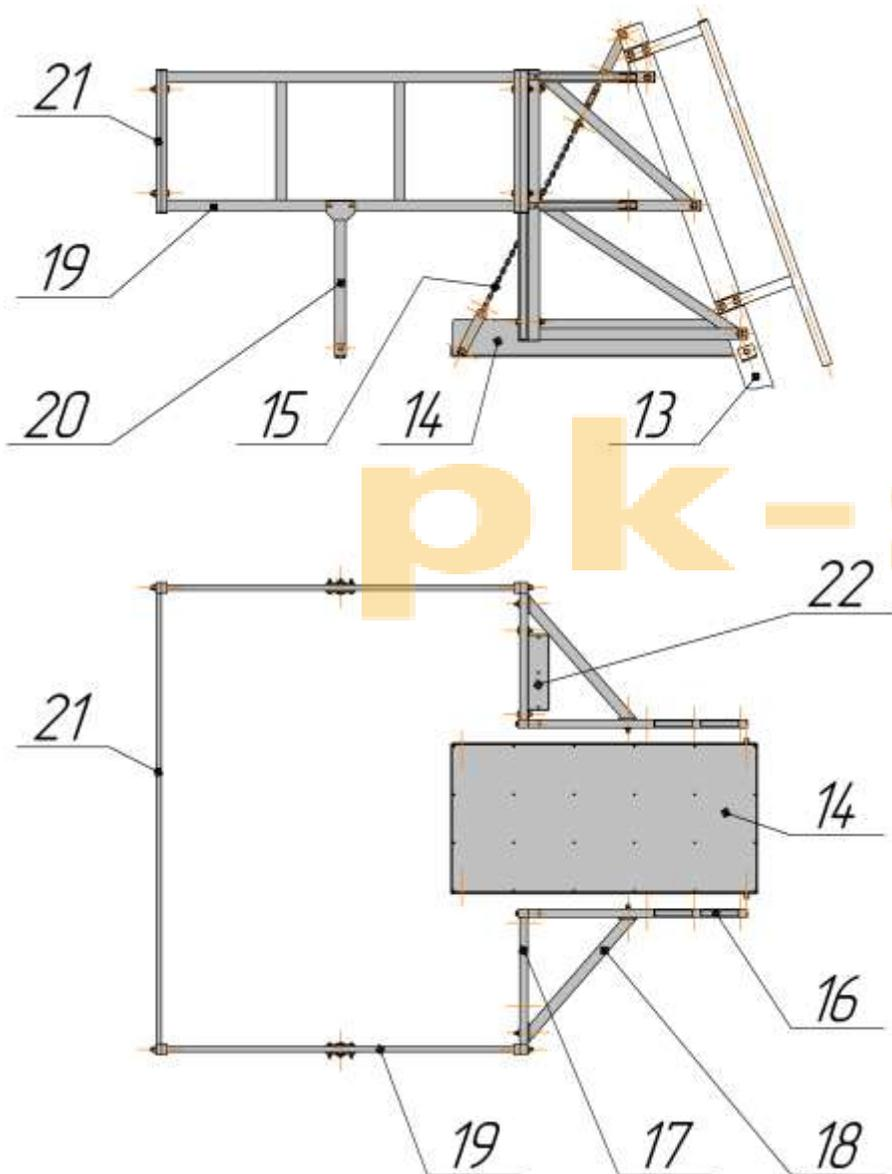

Рис. 4
- 5.11. Присоединить площадку откидную 14 к лестнице 13. Рис. 4.
- 5.12. Присоединить цепь/скобу монтажную/талреп 15 к площадке откидной 14 и лестнице 13. Рис. 4.
- 5.13. Установить элементы верхнего ограждения 16, 17, 18, 19, 20 и 21. Рис. 4.
- 5.14. Присоединить короб 22 к элементу верхнего ограждения 17. Рис. 4. Короб 22 может устанавливаться как с левой, так и с правой стороны.
ЗАПРЕЩАЕТСЯ ПОДЪЕМ ЛЮДЕЙ ПО ЛЕСТНИЦЕ ДО УСТАНОВКИ ВЕРХНЕГО ОГРАЖДЕНИЯ СВОИМИ ОПОРАМИ 20 (РИС. 4) НА АВТОЦИСТЕРНУ.